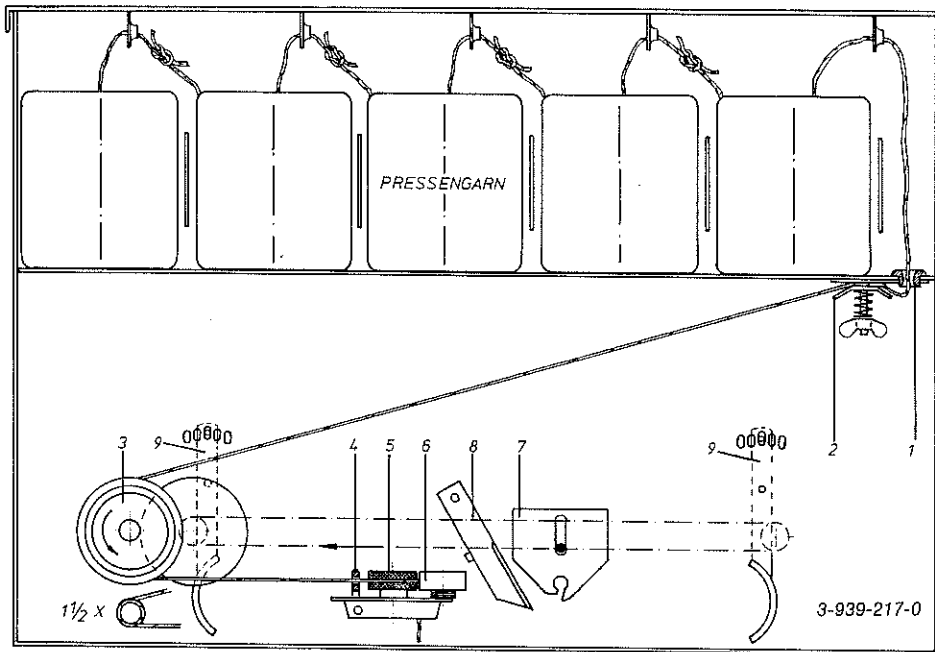

Abb. 6
1. Das Bindegarn wird nach Abb. 6 aufrecht in den Behälter gestellt und eingefädelt.
7. Bevor man anhält, Bedienungsseil des Starters ziehen, bis der rollende Ballen das hereinschießende Garn erfaßt und mitnimmt. Damit ist der Bindevorgang eingeleitet und läuft nun automatisch ab. Die Garnfangvorrichtung erfaßt das Garn und wickelt den Ballen von der Mitte beginnend nach links, dann über die gesamte Breite nach rechts und wieder bis zur Mitte. Hier wird das Garn von dem Messer 8 (s. Seite 10, Abb. 6) abgeschnitten.